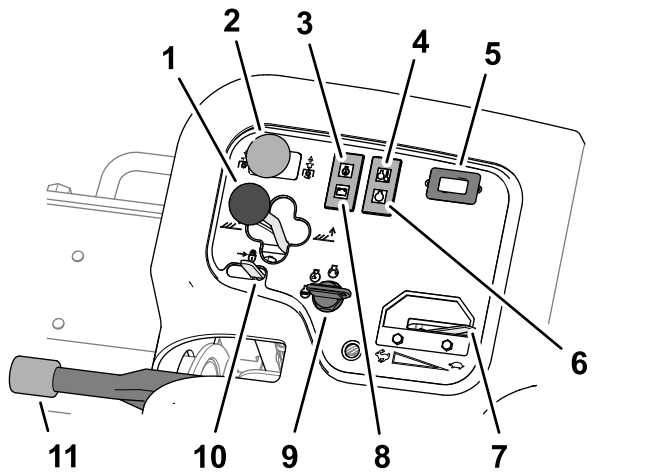

Bild 41
- Um die Mähwerke auf den Boden abzusenken, schieben Sie den Mähwerk-Ganghebel nach vorne in die ABSENKEN-Stellung (Bild 41).
Der Mähwerk-antriebsschalter (Bild 41) hat 2 Stellungen: AKTIVIERT und DEAKTIVIERT. Der Kippschalter aktiviert eine Stromspule im Ventilverteiler, der die Mähwerke aktiviert.
Die Öldruck-Warnlampe (Bild 41) leuchtet auf, wenn der Öldruck unter ein sicheres Niveau abfällt.
Die Temperaturwarnlampe (Bild 41) leuchtet auf, wenn die Motorkühlmittel-Temperatur zu hoch ist. Bei dieser Temperatur schalten die Mähwerke ab. Wenn die Kühlmitteltemperatur um weitere 5,5 °C ansteigt, wird der Motor abgeschaltet, um eine weitere Beschädigung zu vermeiden.
Der Betriebsstundenzähler (Bild 41) zeigt die Stunden an, die der Motor gelaufen hat. Der Betriebsstundenzähler beginnt zu laufen, sobald der Zündschlüssel auf „Ein“ gedreht wird.
Die Glühkerzenlampe (Bild 41) leuchtet, wenn die Glühkerzen eingeschaltet sind.
Bewegen Sie die Gasbedienung (Bild 41) nach vorne, um die Motordrehzahl zu erhöhen und nach hinten, um die Drehzahl zu reduzieren.
Die Lichtmaschinenlampe (Bild 41) schaltet sich aus, wenn der Motor läuft. Wenn die Lichtmaschinenlampe aufleuchtet, während der Motor läuft, überprüfen Sie das Ladesystem und reparieren Sie es gegebenenfalls.
Verwenden Sie den Zündschalter (Bild 41), um den Motor und die Beleuchtung einzuschalten. Der Zündschalter hat drei Stellungen:
Bewegen Sie den Hubhebelriegel (Bild 41) nach hinten, um das Absinken der Mähwerke zu verhindern.
Wenn Sie den Motor abstellen, aktivieren Sie die Feststellbremse (Bild 41), sodass sich die Maschine nicht aus Versehen bewegt. Um die Feststellbremse zu aktivieren, ziehen Sie den Hebel nach oben; drücken Sie den Hebel nach unten, um die Bremse zu lösen.